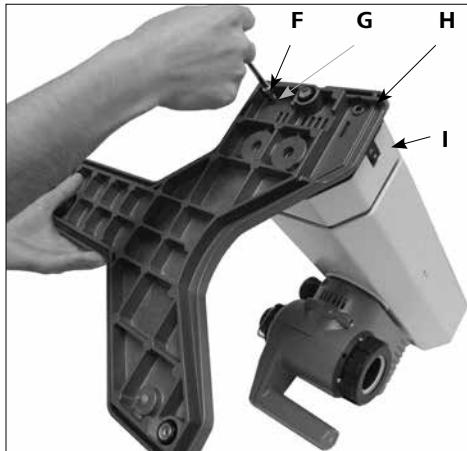

Fig. 7
#### 1.) 리프트에 리프트 고정 판넬 설치 (Fig. 7)
- 포장을 끈 후에 원통형 M6X25 (**F**) (4x) 톱니 와셔 M6(**G**) (4x)를 적용하여 리프트 장치(**I**)가 있는 베이스(**H**)를 장착 할 수 있습니다.(Fig. 7)